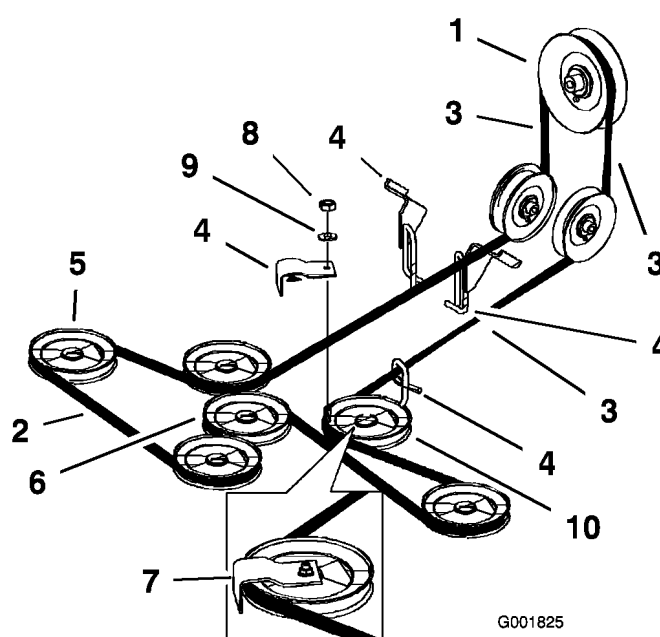

Figure 53
4. Desserrez l'écrou de fixation de la plaque du bras de tension et déplacez la plaque pour détendre la courroie sur la poulie de tension. Déposez ensuite la courroie usée du plateau de coupe (Figure 53).
5. Installez la courroie neuve autour des poulies d'axe et de la poulie de tension du plateau de coupe, dans les guides-courroie, dans l'ensemble bras de tension arrière et l'embrayage (Figure 53).
Important: Vérifiez le vrillage de la courroie entre les poulies. Il doit être conforme aux spécifications de la Figure 53.